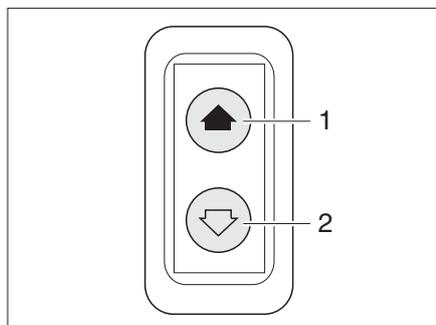

Fig. 23 Interruptor para el elevelunas eléctrico
El vehículo está equipado con un elevelunas eléctrico (Fig. 23) en el lado del conductor.
- Abrir:* ■ Pulsar la parte inferior del conmutador (Fig. 23,2).
- Cerrar:* ■ Pulsar la parte superior del conmutador (Fig. 23,1).